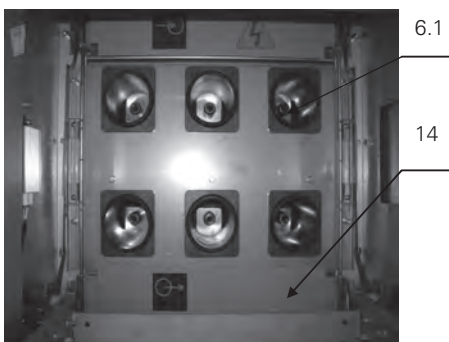
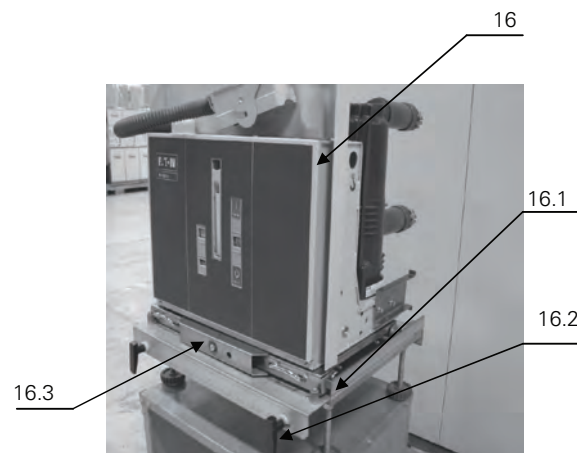
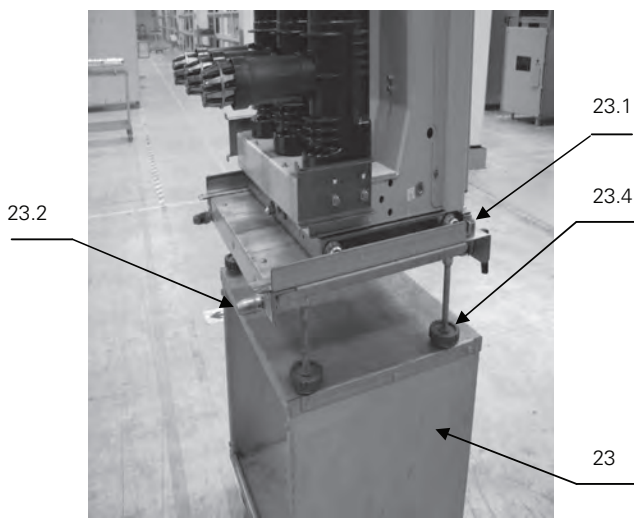

图2 断路器隔室内,上下活门开
图10 断路器手车锁定在转运车上
图12 转运小车
断路器隔室装有特定的导轨,供手车实现在柜内隔离/试验位置和工作位置间的运动和相关联锁。其后壁上安装有遮盖一次静触头6.1用的隔板14(活门),在手车从隔离/试验位置移动至工作位置的过程中,上、下活门14通过机械联动被自动打开,见图2;
- 断路器手车准备由柜外推入柜体前，应认真检查断路器是否完好，有无漏装部件，有无工具等杂物遗留在手车机构箱或开关柜内。确认无问题后将手车16装在转运车23上并锁定好(此时，手车两侧的锁舌16.1插入转运车定位槽23.1中)，见图10及图12。
- 将转运车前部定位销23.2插入柜体相应的圆形定位孔1.7中，并将转运车与柜体锁定好，见图2、图10及图12(见下页)。